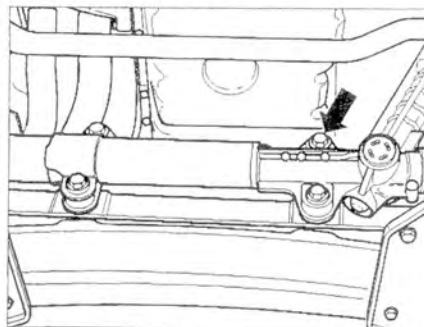

Рис. 7.15. Перед установкой рулевого механизма на переднюю балку вставьте в отверстие болт (стрелка).
12. Установите рулевой механизм. Перед установкой рулевого механизма на переднюю балку вставьте в отверстие болт (стрелка) (рис. 7.15).